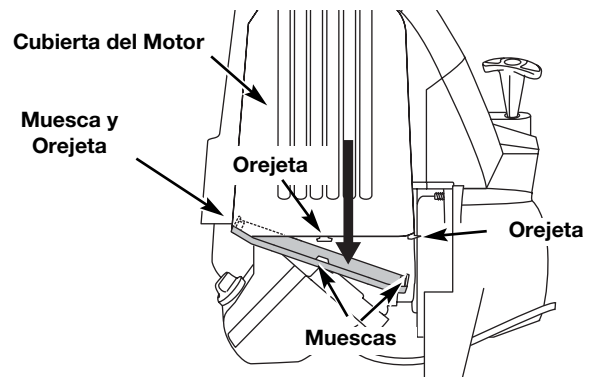

Fig. 33
1. Retire la cubierta del silenciador presionando la esquina con un destornillador de vástago plano (Fig. 33). Deslice las muescas a los lados de la cubierta del silenciador sobre las orejetas de la cubierta del motor y retire.